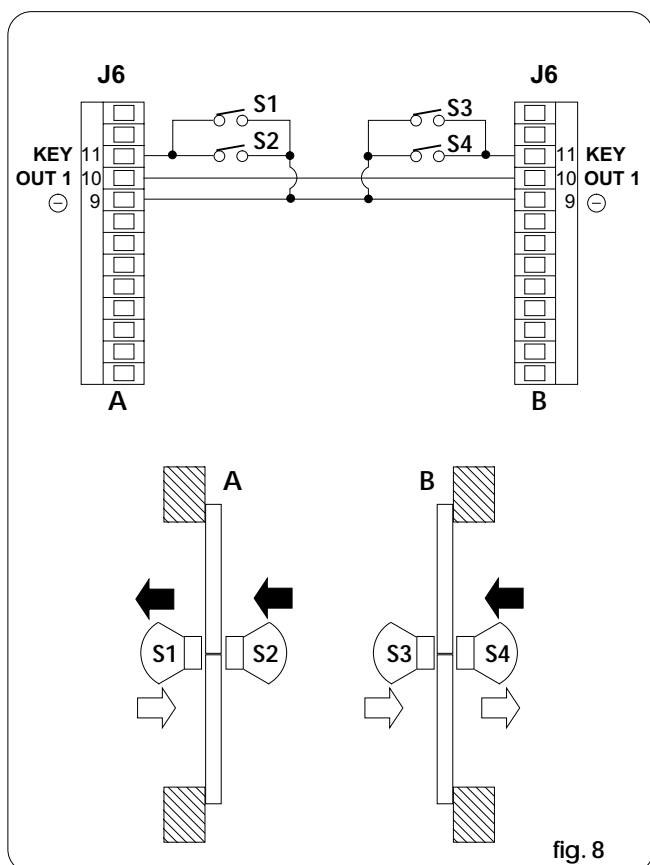

fig. 8
- Eseguire i collegamenti tra le morsettiere J6 delle due schede 940SDM, e dei sensori come da fig.8 .